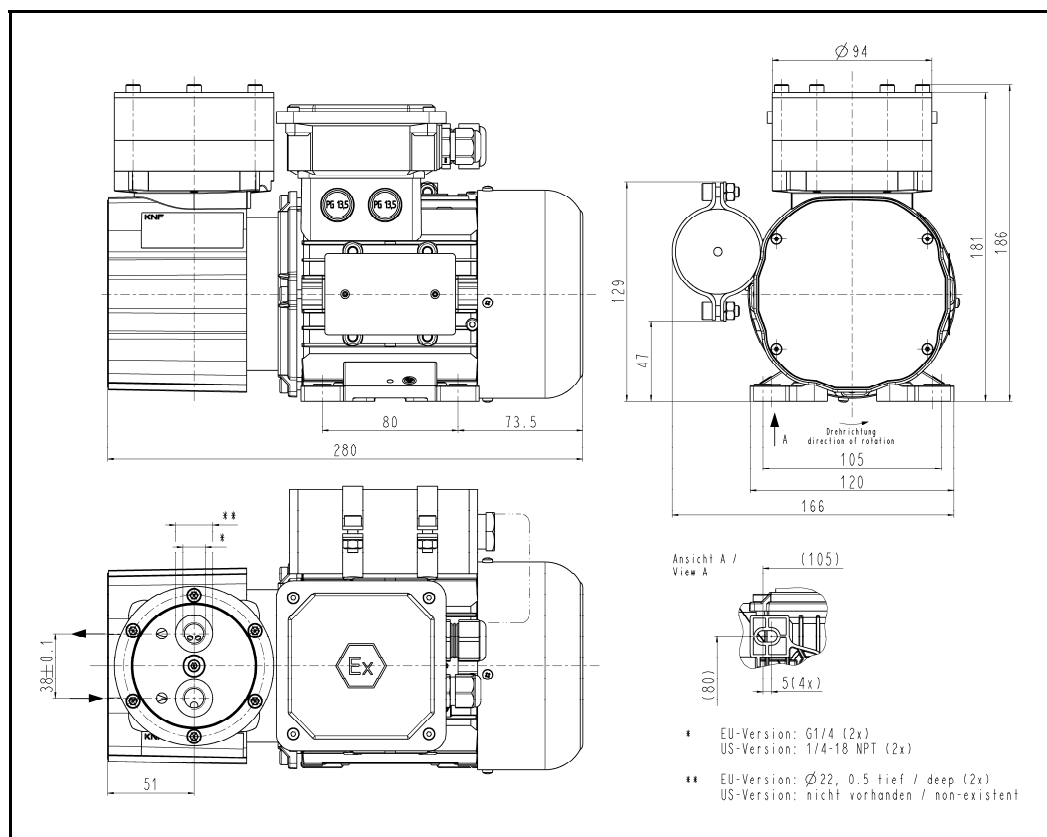
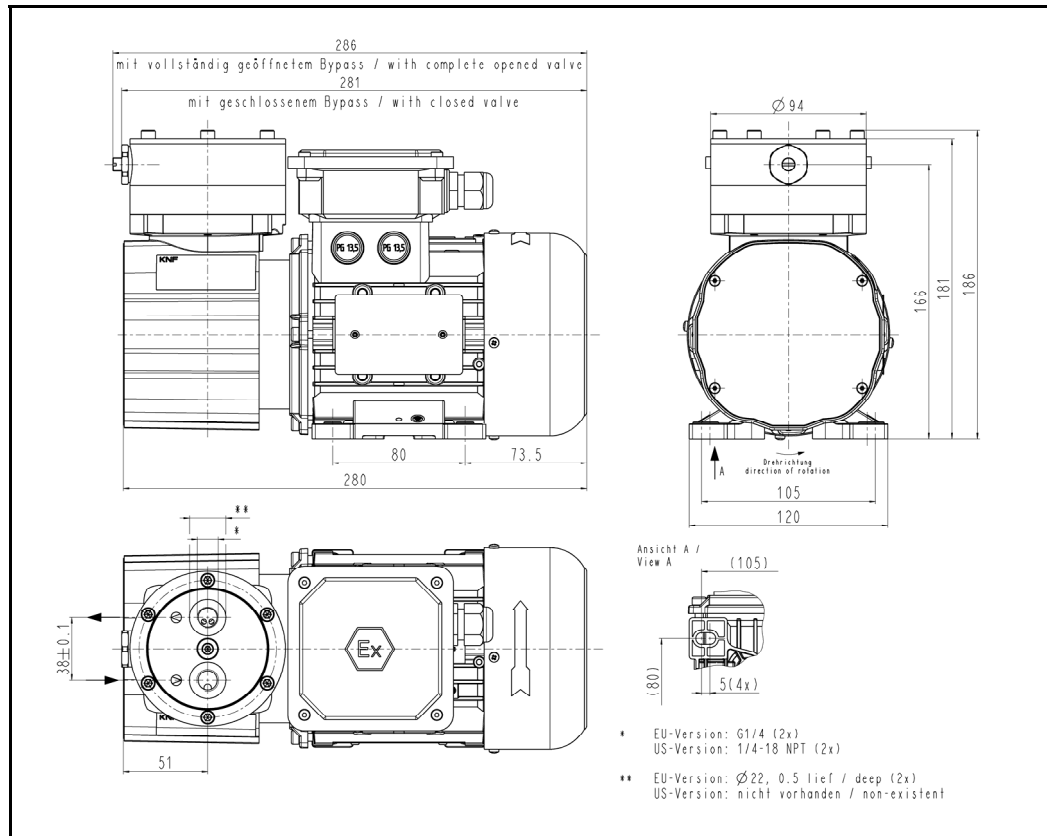

Fig. 3: Befestigungsmaße N 922 FTE EX (Kondensatormotor)
Fig. 6: Befestigungsmaße N 922 FT.29E EX (Drehstrommotor)
Befestigungsmaße → Befestigungsmaße siehe Fig. 3 bis Fig. 6.
2. Saug- und Druckleitung anschließen (zu Gewindegröße und Durchflussrichtung siehe Fig. 3 bis Fig. 6).